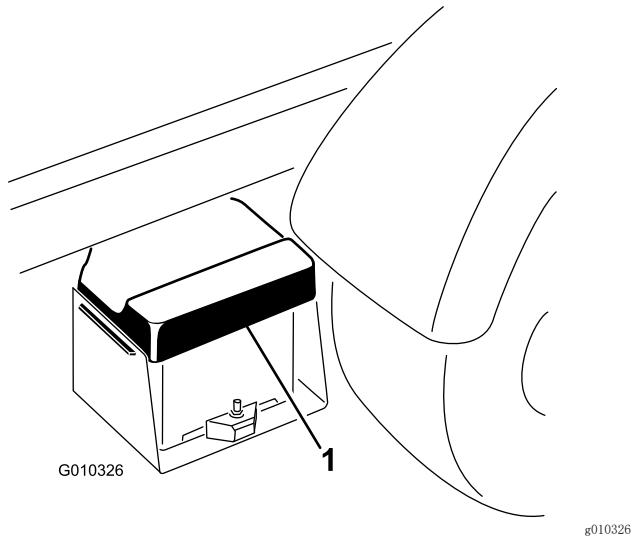

图2
1. 挤压电池盖，将凸耳从电池座上松开。图2
2. 从电池座上取下电池盖（图2）。
2. 从电池座上取下电池盖 (图2)。
6. 将电池盖与电池座对齐 (图2)。
7. 挤压电池盖，将凸耳与电池座对齐，松开电池盖 (图2)。